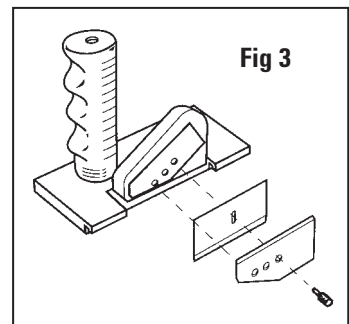

Fig 3
1. Retirez la vis de la lame et la plaque de couverture de la lame du support de lame. Placez une lame n° 270, le bord tranchant vers le bas, dans la fente du support de lame et alignez le trou de la lame avec le réglage de hauteur souhaité. Remettez en place la plaque de couverture de la lame et la vis de la lame. **Fig 3**
1. Quite el Tornillo de la Cuchilla y la Cubierta de la Cuchilla del Sujetador de la Cuchilla. Coloque una cuchilla #270, borde afilado abajo, en la ranura del Sujetador de la Cuchilla y alinee el orificio en la cuchilla con el ajuste deseado de profundidad. Reemplace la Cubierta de la Cuchilla y el Tornillo de la Cuchilla. **Fig. 3**
1. Entfernen Sie die Klingenschraube und den Klingenschutz aus dem Klingenhalter. Legen Sie eine #270 Klinge mit der scharfen Kante nach unten in den Schlitz auf dem Klingenhalter ein und richten Sie das Loch in der Klinge mit der gewünschten Tiefeneinstellung aus. Bringen Sie den Klingenschutz und die Klingenschraube wieder an. **Abb. 3**
1. Rimuovere la vite della lama e il coprialama dal portalama. Inserire una lama #270, con il bordo affilato rivolto verso il basso, nella fessura del portalama e allineare il foro della lama con la regolazione della profondità desiderata. Sostituire il portalama e la vite della lama. **Fig. 3**
4. Placez le passe-partout, le côté coloré vers le bas, sous le rail de guidage et contre le guide de passe-partout. **Fig. 3**
4. Legen Sie das Passepartout mit der farbigen Seite nach unten unter die Führungsschiene, an die Passepartout-Führung. **Abb. 3**
4. Ponga el lado de color de la lámina perimétrica abajo debajo del Carril Guía, contra la Guía de la Lámina Perimétrica. **Fig. 3**
4. Posizionare il lato colorato del passepartout sotto la rotaia di guida, contro la guida del passepartout. **Fig. 3**